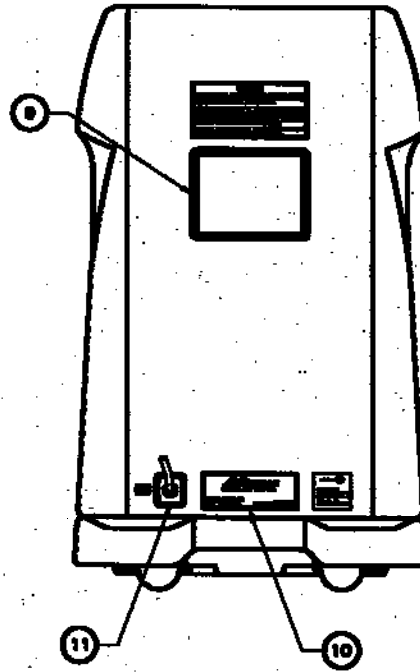

Fig. I.2
I.2 Lato posteriore (Fig. I.2)	3-IT
1. 2. Lato posteriore (Fig. I. 2)